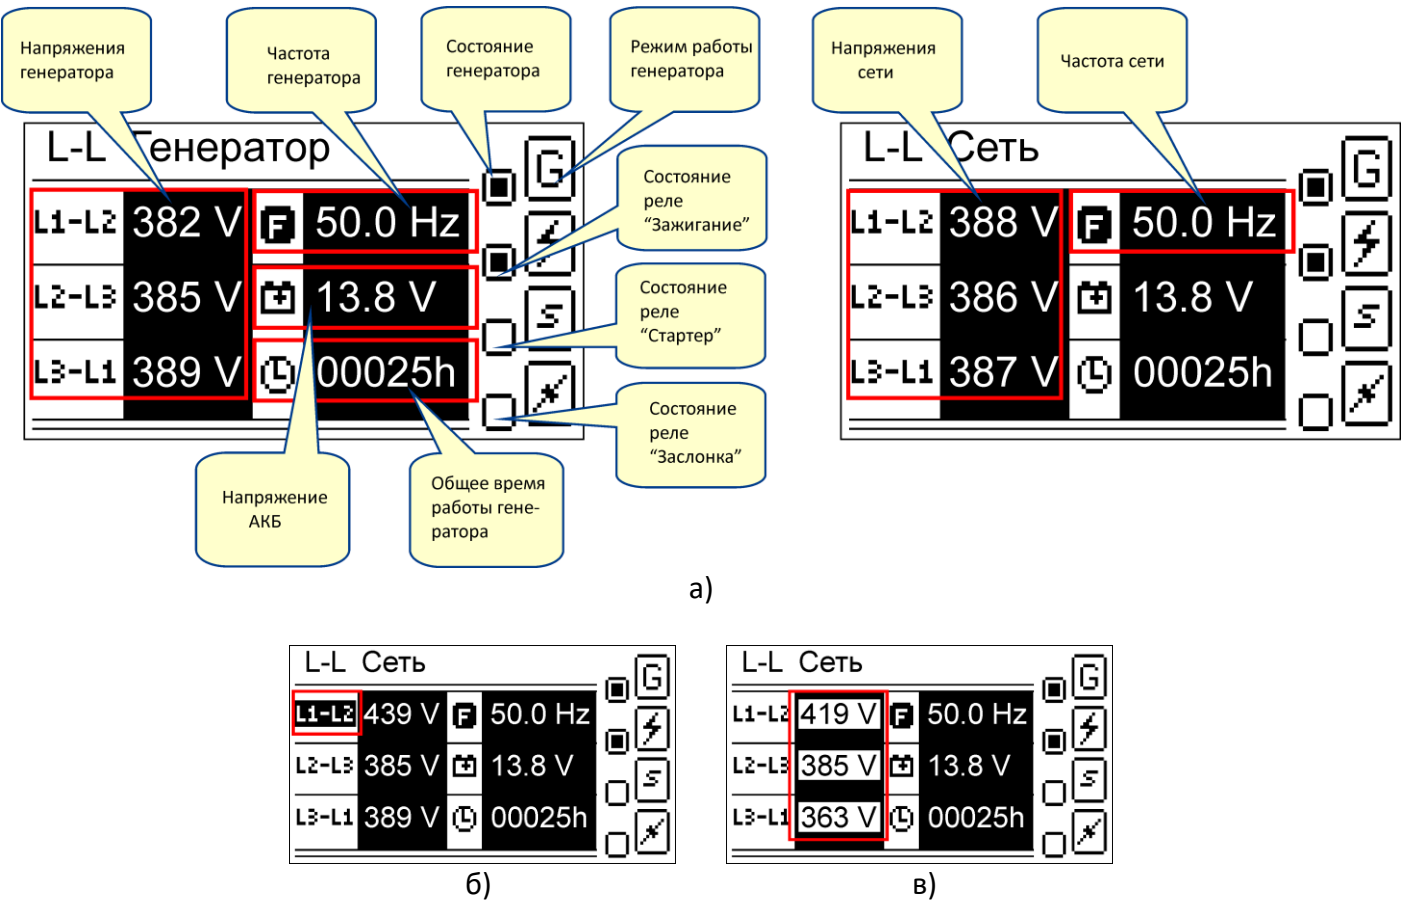

Рис. 5.8. Индикация измерений и состояния контроллера:
5.6.4 На экранах главной страницы индикации отображаются значения измеренных линейных или фазных напряжений, частоты, напряжения АКБ генератора, общее время работы генератора, а также состояния и режим работы генератора, состояния реле запуска генератора (рис. 5.8, а). Индикация состояния генератора представлена в табл. 5.2, а индикация состояний реле в табл. 5.3. Индикация режима работы генератора зависит от выбранного дополнительного режима (п. 5.7.3), а также от функций тестового запуска генератора (п. 5.7.4).
5.6.4.1 Превышение какого-либо контролируемого напряжения переменного тока или выход за допустимые пределы других контролируемых параметров (частота, напряжение АКБ) индицируется миганием соответствующего названия измеряемого параметра. Пример превышения линейного напряжения сети L1-L2 показан на рис. 5.8, б).
5.6.4.2 Асимметрия контролируемых напряжений переменного тока при трёхфазном подключении индицируется миганием всех трёх измеряемых значений. Пример индикации асимметрии линейных напряжений сети показан на рис. 5.8, в).